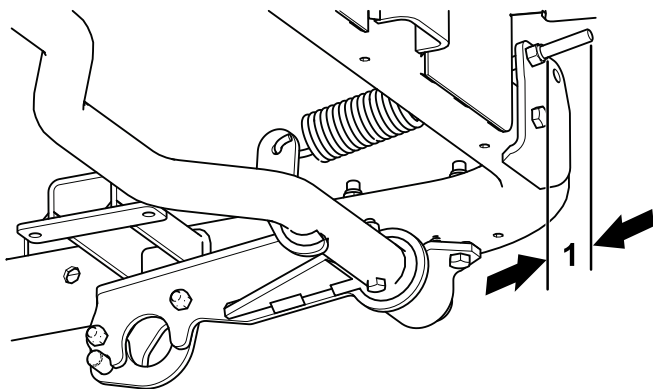

图 19
- A. 拆下将杆固定到枢轴管的螺栓和螺母图 19。
- B. 旋转图 19 所示的球窝接头以改变杆的长度具体如下